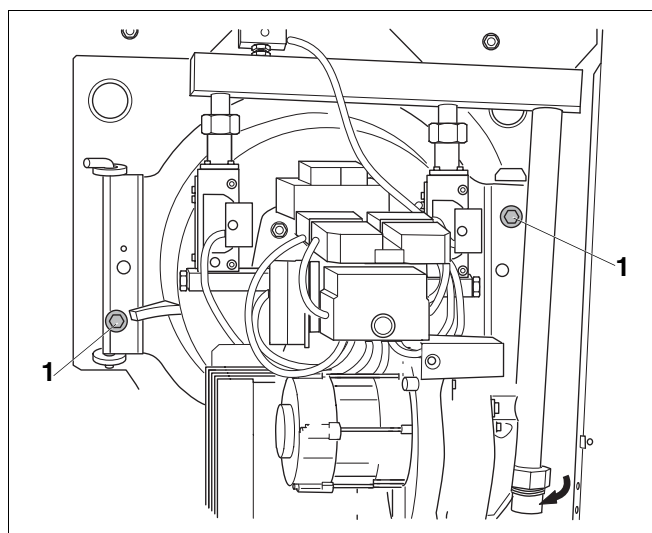

Fig. 24 Brænderdør SB315 VM med monteret forblandingsbrænder
- Skru brænderdøren fast med to sekskantskruer (fig. 24, **pos. 1**) (tilspændingsværdi ca. 10, maks. 15 Nm).
- Skru sekskantskrue af brænderen, og åbn brænderdøren, se fig. 24, side 20.
- Sving brænderdøren med brænder til side, se fig. 24, side 20.